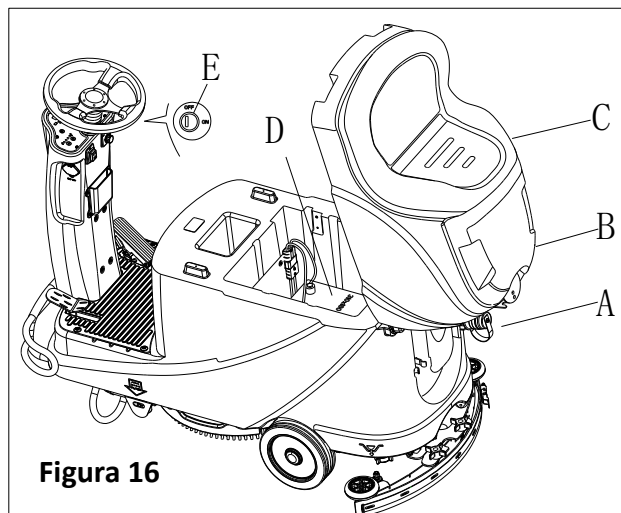

Figura 16
1. Deschideți capacul rezervorului apei recuperate (B, Figura 16) pentru a vedea dacă rezervorul apei recuperate (C) este gol, sau goliți rezervorul cu ajutorul furtunului de drenaj (A).
- Verificați nivelul de electrolit din baterie (D), dacă este necesar, deschideți capacul și completați cu electrolit apoi puneți la loc capacul.